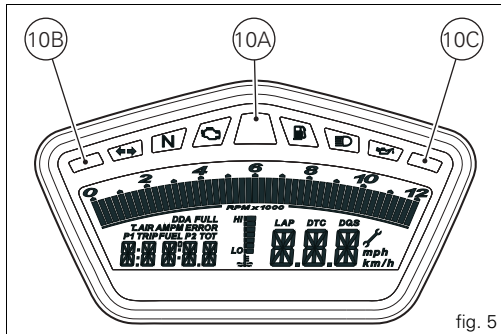

fig. 5
10) TRACTION CONTROL LIGHT (RED) (fig. 5)